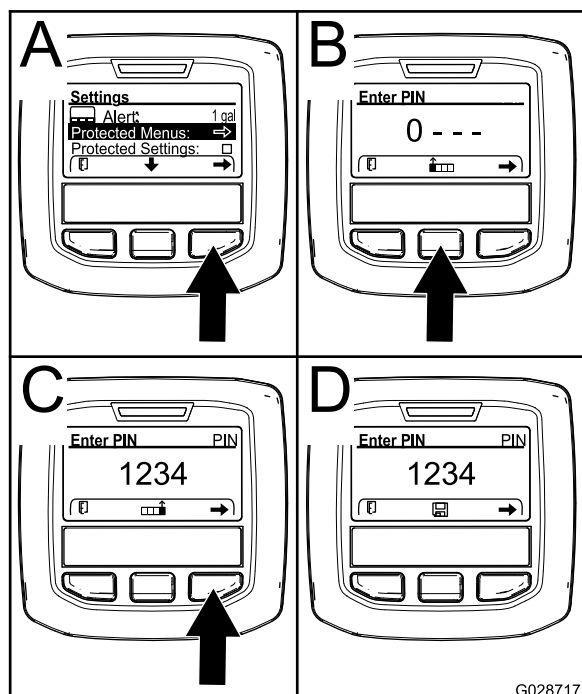

Figure 72
- Appuyez sur le bouton de sélection central (B de Figure 72) pour augmenter la valeur numérique (0 à 9).
- Appuyez sur le bouton de sélection droit (C de Figure 72) pour amener le curseur à la valeur numérique suivante à droite.
Remarque: L'icône de sauvegarde s'affiche alors au-dessus du bouton central (D de Figure 72).
- Appuyez sur le bouton de sélection droit pour sélectionner les menus protégés (A de Figure 72).